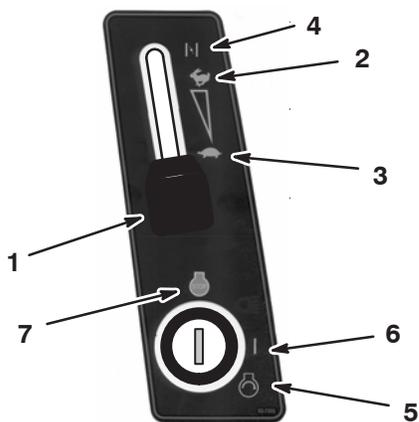

Figure 11
- Réglez la manette d'accélérateur en position de ralenti (Fig. 11).
- Tournez la clé de contact dans le sens horaire et maintenez-la en position de Démarrage (Fig. 11). Relâchez la clé quand le moteur démarre.
- Lorsque le moteur a démarré, amenez progressivement la manette d'accélérateur en position Haut régime (Fig. 11).
- Placez la manette d'accélérateur en position de ralenti (Fig. 11).
- Tournez la clé de contact en position Contact coupé (Fig. 11).